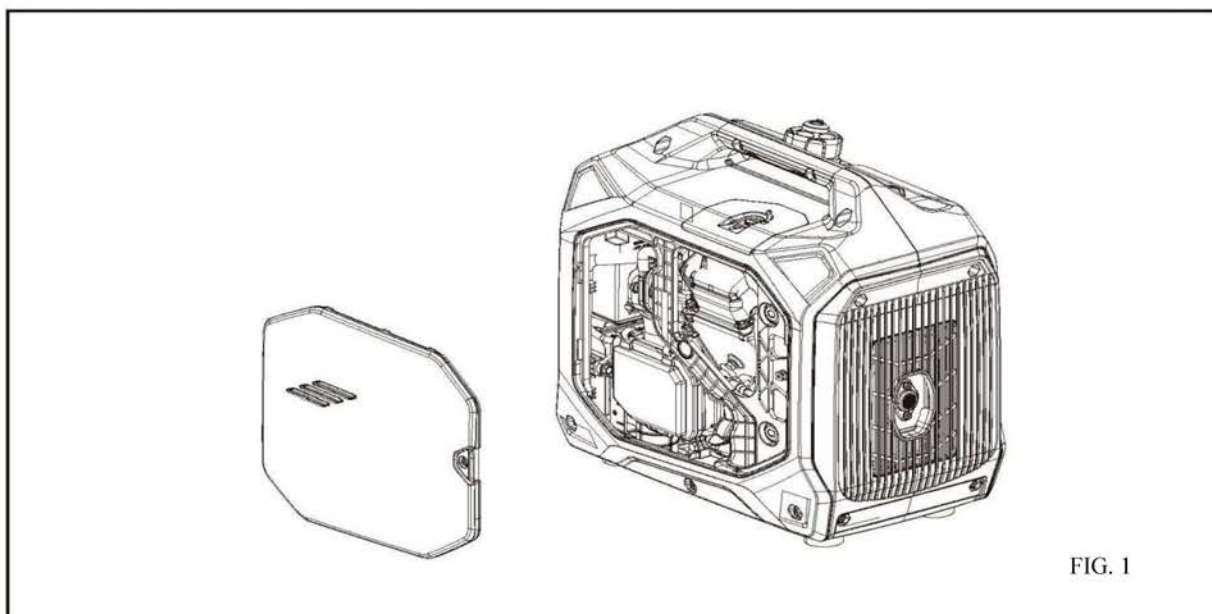

FIG. 1
- Retire los broches que sujetan la cubierta del filtro de aire (Fig. 1).
1. Gire el control del estrangulador /interruptor de combustible (Fig. 1) a CHOKE.
2. Gire el control del estrangulador / interruptor de combustible (Fig. 1) a OFF.